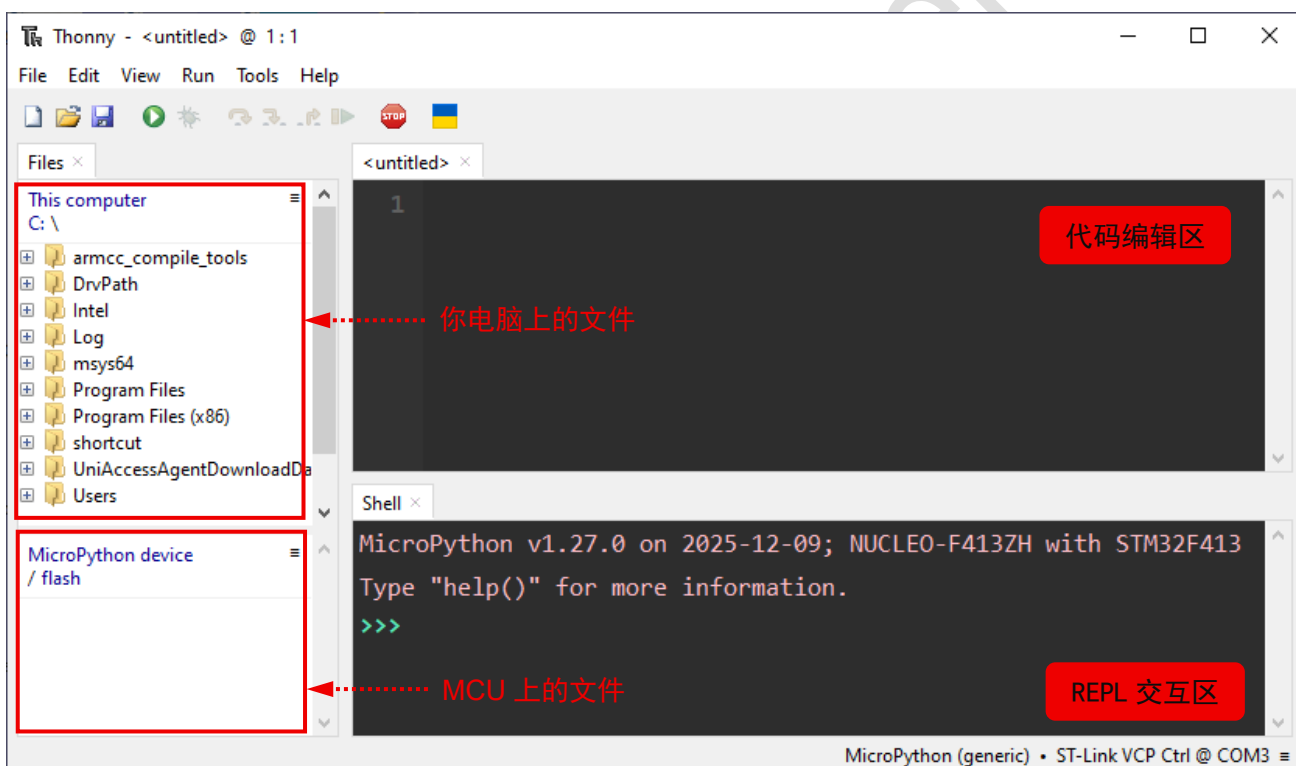

图 18 Thonny 连接设备
连接 NUCLEO-F413ZH 的 ② 调试器 ST-LINK/V2-1 接口至 PC，打开 Thonny，Shell 窗口中显示如图 18 所示信息，即代表设备已经连接成功。